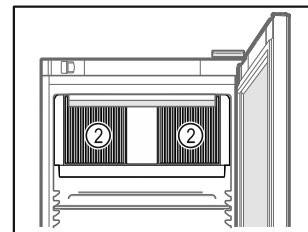

Fig. 59
- ❑ Poskrbite, da prezračevalna reža Fig. 59 (2) ventilatorja krožnega zraka v notranjosti ni zakrita.